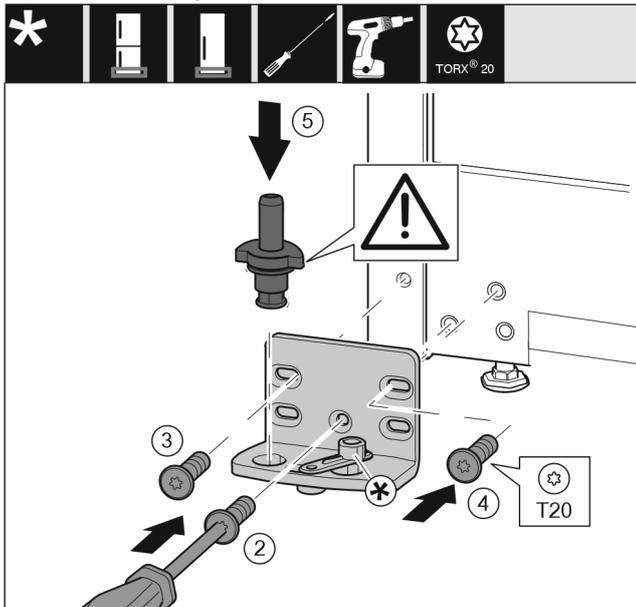

Fig. 36
- ▶ Monter lagerbukken på den andre siden, og skru den på med en skrutrekker T20. Begynn med skruen 2 nederst i midten. Fig. 36 (2)
- ▶ Skru fast skruen 3 og 4. Fig. 36 (3,4)
- ▶ Sett lagerbolten fullstendig på. Pass samtidig på at låsebolten peker bakover. Fig. 36 (5)
- ▶ Monter lagerbukken på den andre siden, og skru den på med en skrutrekker T20. Begynn med skruen 2 nederst i midten. (2)
- ▶ Drei lukkedemperforbindelsen 180°. Skru den på på andre siden av lagerbukken med skrutrekker T20. (5)
- ▶ Sett lagerbolten fullstendig på. Pass samtidig på at låsebolten peker bakover. (6)